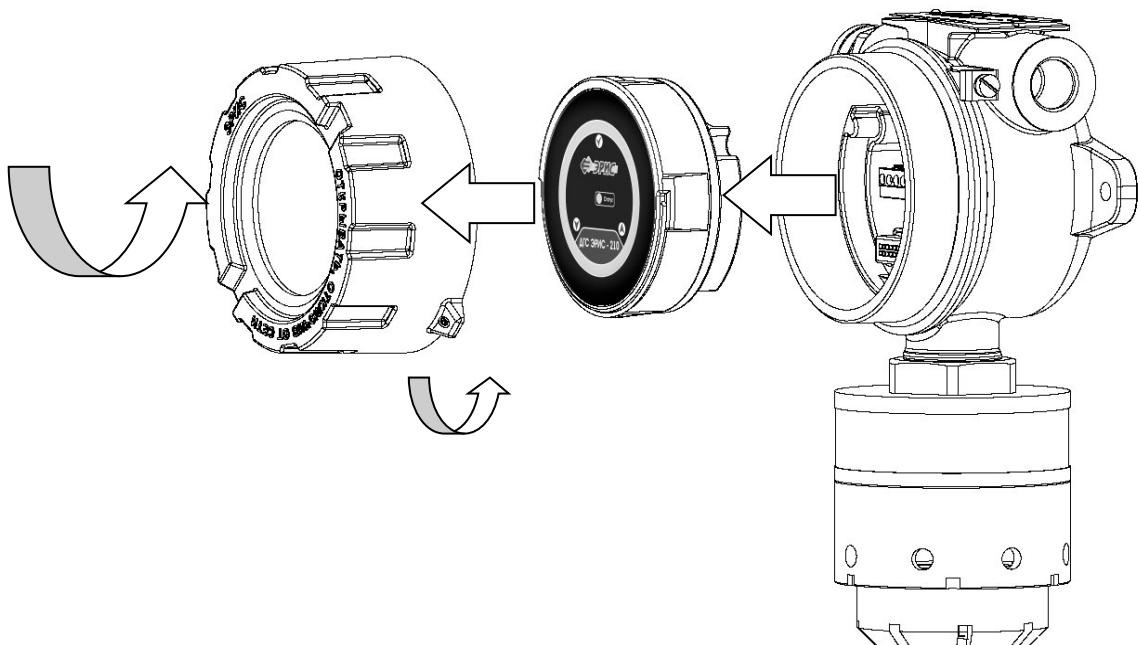

Рисунок 19 – Схема разбора ДГС ЭРИС-210
- Открутить стопорный винт в крышке газоанализатора (рис.19).